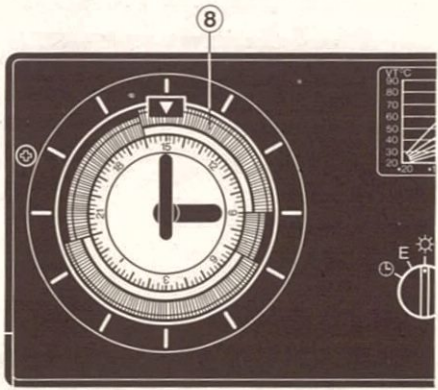

Abb. 7
*Beispiel: Abb. 7 zeigt die Einstellung Betriebsart * von 7.00-9.00 Uhr und 16.00-22.00 Uhr und Betriebsart ● für die restliche Zeit von 9.00-16.00 Uhr und 22.00-7.00 Uhr.*